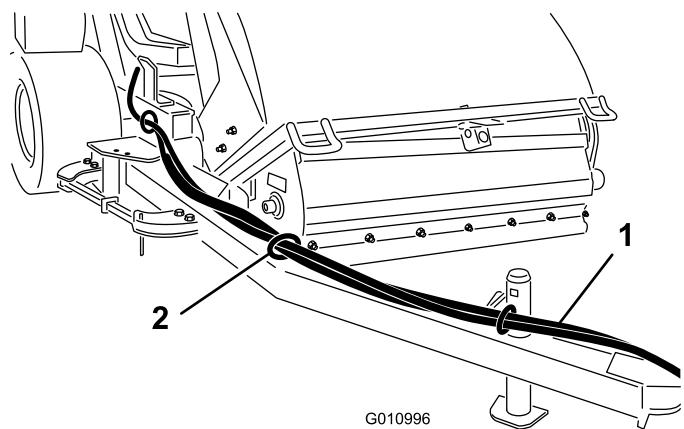

Figura 10
1. Oriente as mangueiras hidráulicas e a cablagem através das guias dos orifícios até à parte da frente do garfo de engate (Figura 10).